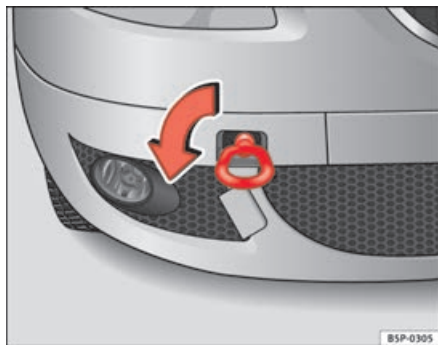
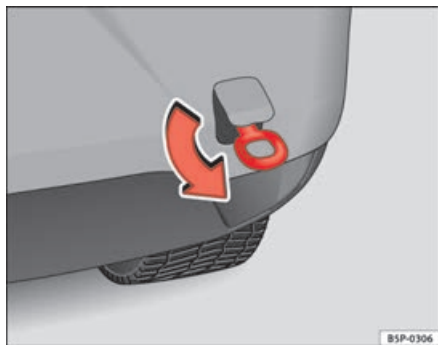

Fig. 206 Lato anteriore destro del veicolo: montaggio del gancio di traino anteriore
Fig. 207 Lato posteriore del veicolo: montaggio del gancio di traino
- Avvitare il gancio fino in fondo verso *sinistra* nel senso indicato dalla freccia o nel foro della parte anteriore ⇒ fig. 206 o in quello della parte posteriore ⇒ fig. 207. ■